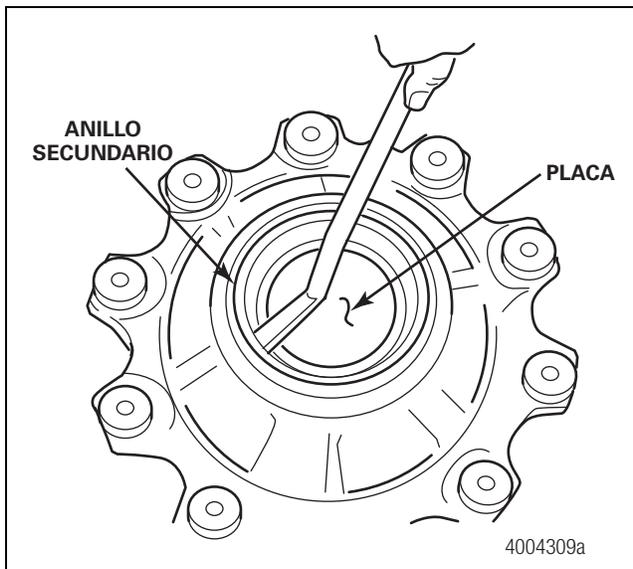

Figura 4.32
10. Retire de la maza el sello de aceite secundario. A la hora de retirar el sello secundario, es necesario proteger con una placa el interior de la maza integral. Figura 4.32.